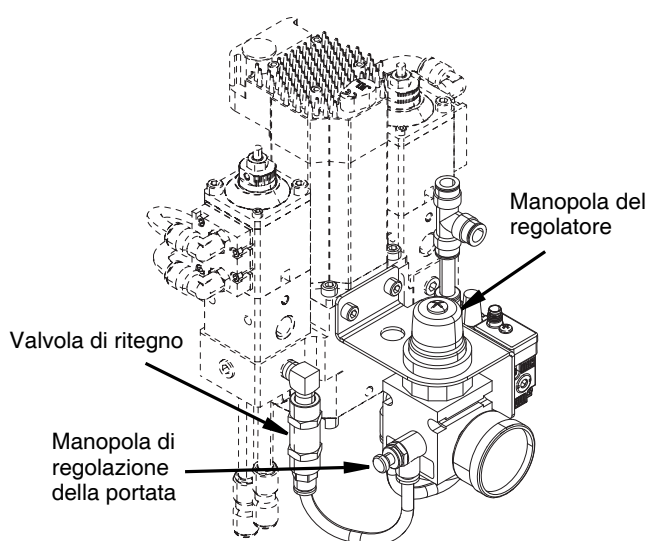

FIG. 17
2. Regolare la portata ruotando la relativa manopola di regolazione in senso orario per aumentarla o in senso antiorario per diminuirla. Vedere FIG. 17.